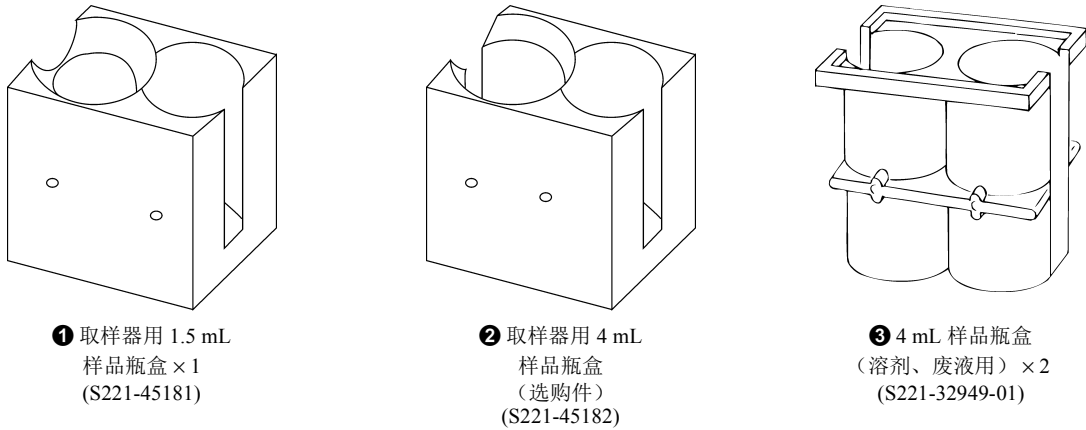
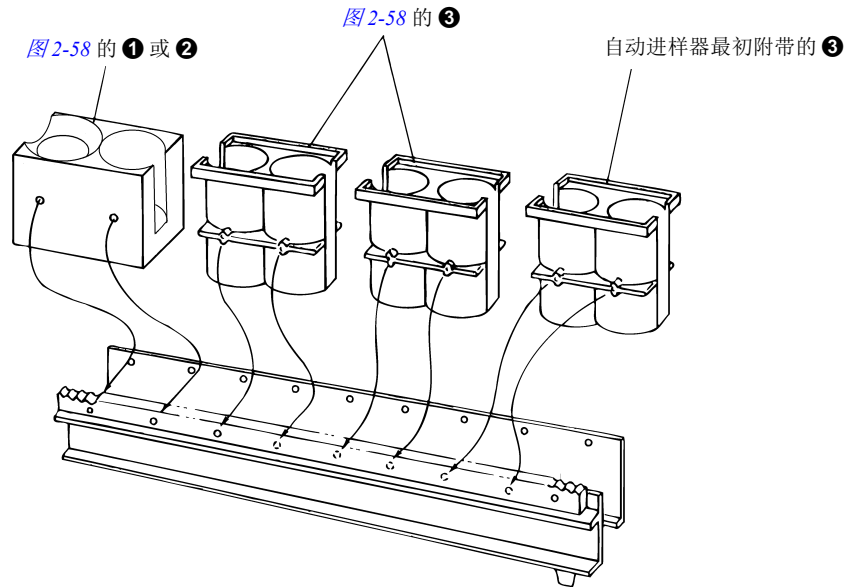
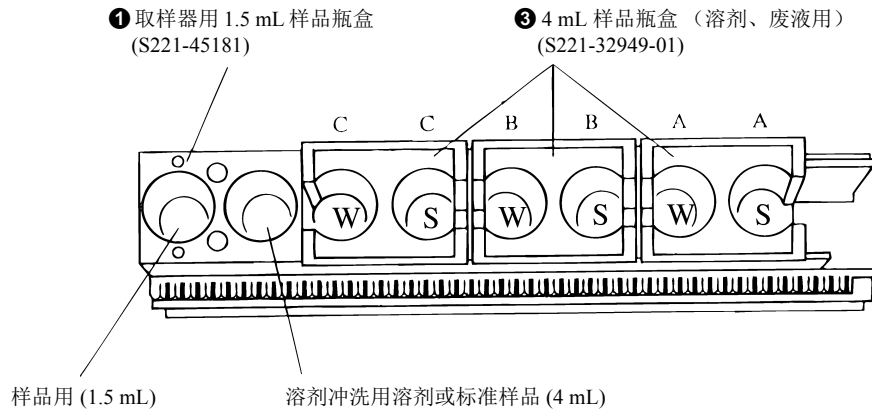
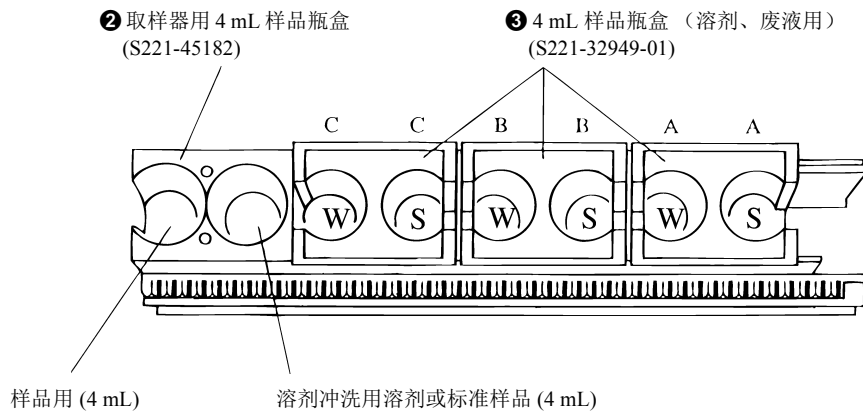

图 2-58
图 2-59
图 2-60 1.5 mL 样品瓶时
图 2-61 4 mL 样品瓶时
自动进样器侧的样品瓶盒在使用自动取样器时也要变更。样品瓶会扩大到 150，因此要分别添加溶剂瓶、废液瓶。自动取样器的包装中带有 图 2-58 的样品瓶盒 ①、③ 作为标准附件。标配两个 ③ 的 4 mL 样品瓶盒（溶剂、废液用）。② 为选购件（不标配）。
然后，将 图 2-58 的样品瓶盒如 图 2-59 所示卡入样品架。卡入方法见“2.3 将样品瓶盒装入样品架及安装到自动进样器上”P.37 的说明，稍微拉开样品架，从上向下卡入（1.5 mL、4 mL 用的安装方法分别参考 图 2-60、图 2-61）。
请用 1.5 mL 样品瓶和 4 mL 样品瓶如图 2-60 和图 2-61 所示安装。
如图 2-60、图 2-61 所示，A 溶剂 (S) 对应其旁边的 A 废液 (W)，A 溶剂排入 A 废液瓶中（B、C 也以相同的方式对应）。用三种溶剂清洗时，溶剂清洗的废液将分别排到 A ~ C 废液瓶中。使用三种溶剂中的一种溶剂进行清洗时，废液将排到所用清洗溶剂对应的废液瓶中。
如 图 2-60、图 2-61 所示，只有使用溶剂冲洗时才安装溶剂冲洗用溶剂（4 mL 瓶）。只有自动进样器时，溶剂冲洗用的溶剂使用清洗用溶剂，但使用自动取样器时，要使用专用的溶剂，因此可以用交叉污染少的溶剂进行冲洗。